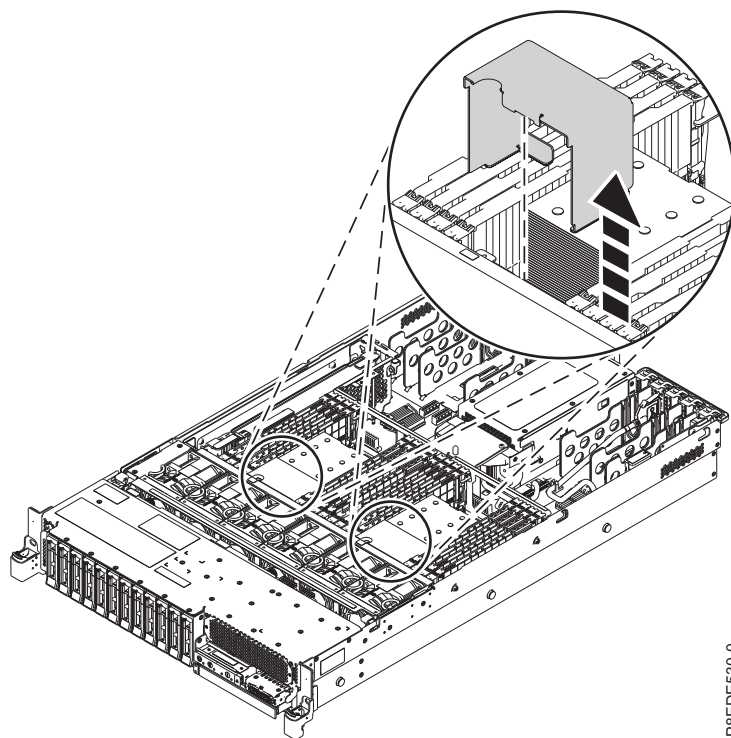

Abbildung 3. Luftführung ausbauen
3. Bauen Sie die Luftführung aus, indem Sie sie festhalten und aus dem System heben, siehe Abb. 3.